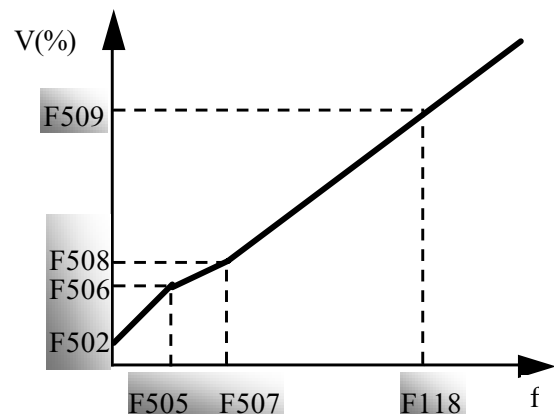

Fig5-8 Curba poligonala V/F
- Utilizatorul poate defini propria curba poligonala V/F dupa cum se arata in Fig 5-8.